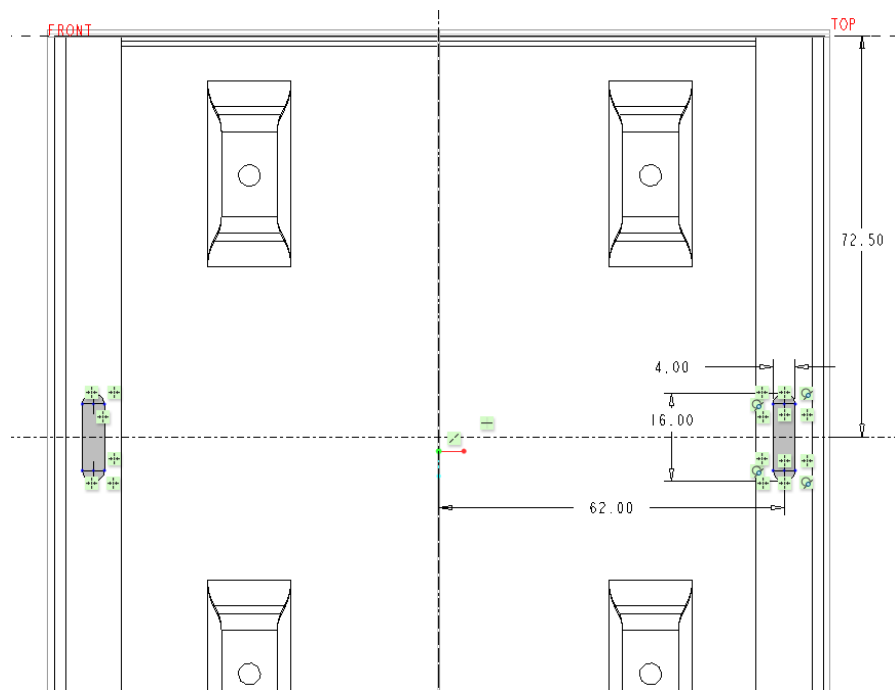

图 6-111 绘制剖面 5
(3) 指定绘图参考, 绘制图 6-111 所示的剖面, 单击 (确定) 按钮。